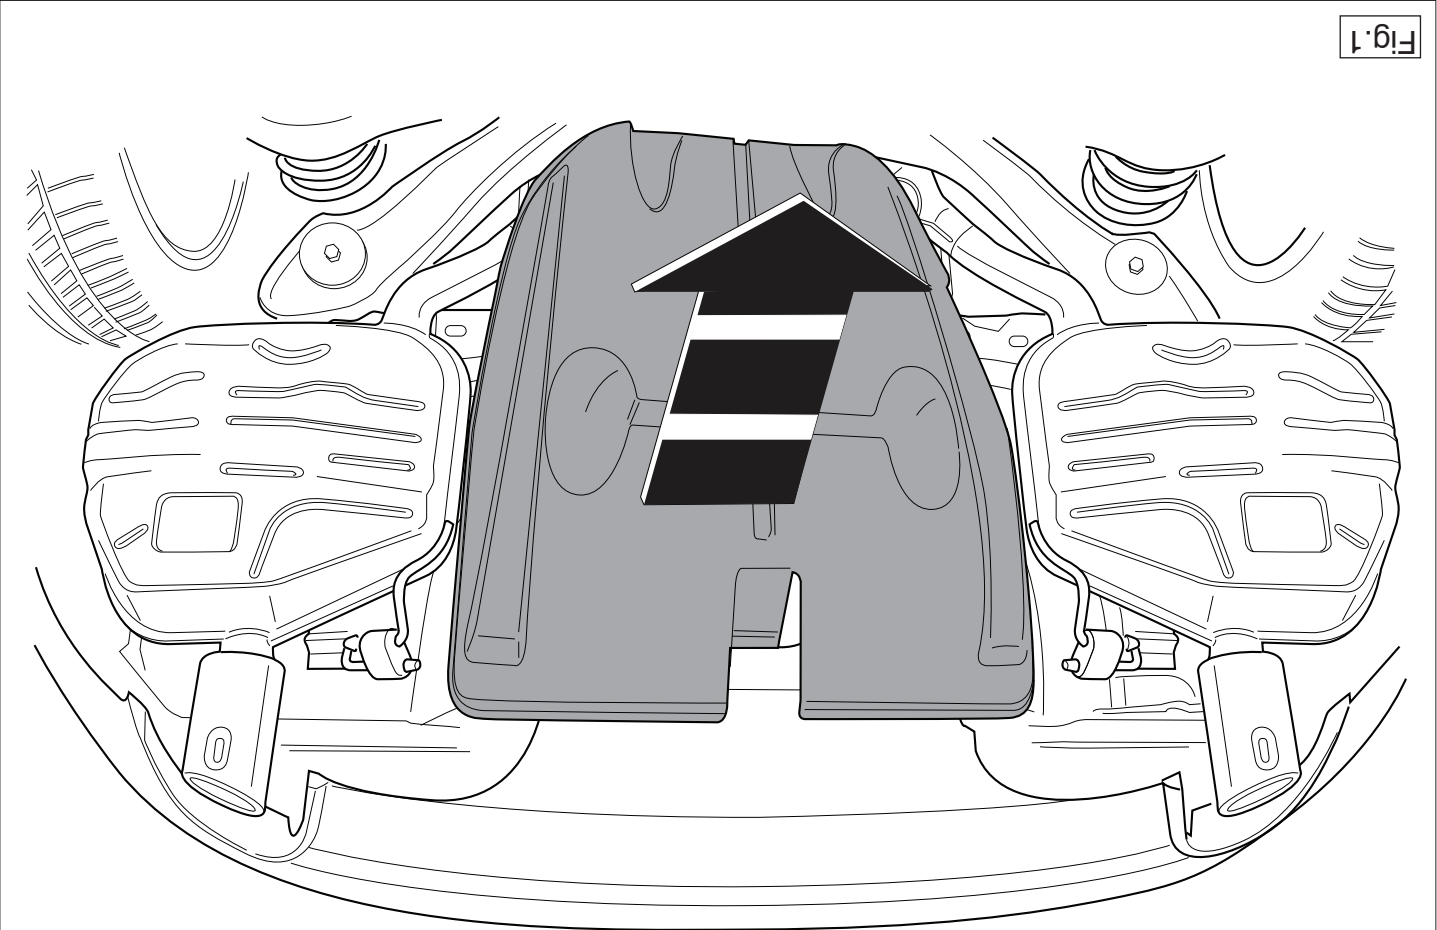

Fig.1
1. Remove, if present, the plastic cover plate in the centre on the underside. See figure 1.
1. Démontez, si présent, la plaque de recouvrement en plastique au milieu de la partie inférieure. Voir la figure 1.
1. An der Unterseite in der Mitte, falls vorhanden, die Abdeckplatte aus Kunststoff demontieren. Siehe Abbildung 1.
1. Demonter, om de findes, kunststof dækkepladen midt på undersiden. Se fig. 1.